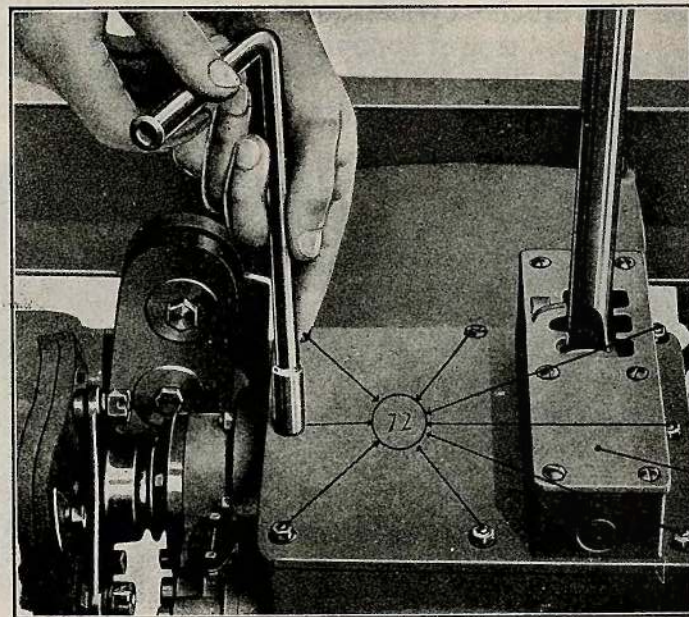
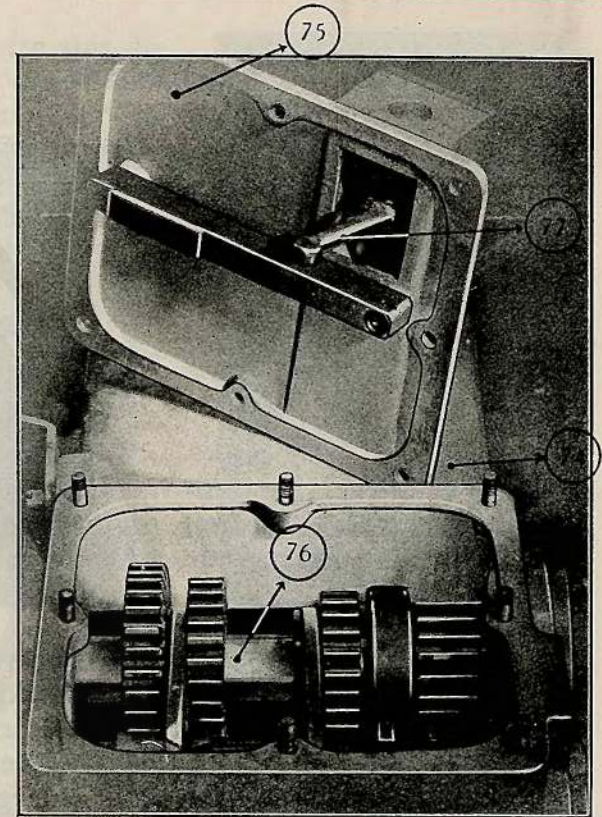
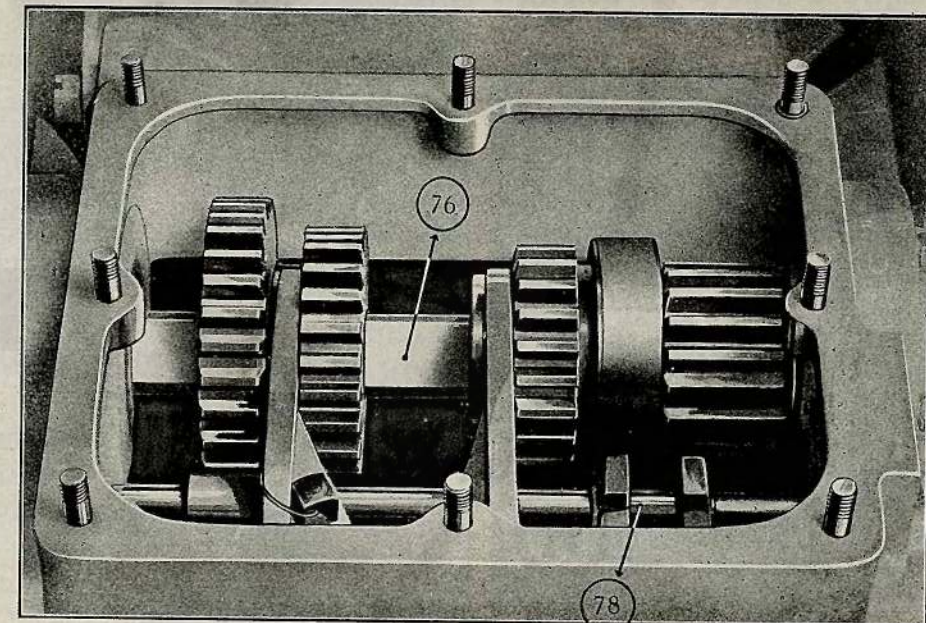

FIG. 16
FIG. 17
FIG. 18
seule pièce (74) sur laquelle vient s'ajuster un couvercle (75); sur celui-ci se trouve monté le levier de commande et la grille (73) des différentes vitesses. Pour vérifier le graissage de la boîte il suffit de desserrer tous les écrous (72) qui fixent le couvercle (fig. 16), ce qui permet de le sortir complètement (fig. 17). Le niveau du lubrifiant doit arriver à toucher la partie inférieure de l'arbre (76) ainsi qu'il est indiqué sur la figure 18. L'extrémité
*Remarque.* - Tous les 10.000 km. vidanger la boîte et regarnir en faisant le niveau jusqu'à fleur de l'arbre supérieur comme indiqué sur la figure 18. Employer de préférence de l'huile épaisse de cylindre de machine à vapeur ou à défaut de la valvoline, jamais de graisse consistante. Avant de refaire le niveau on peut laver le fond du carter avec du pétrole très soigneusement. Ne jamais se servir de chiffons pour essuyer, se servir d'un pinceau seulement.